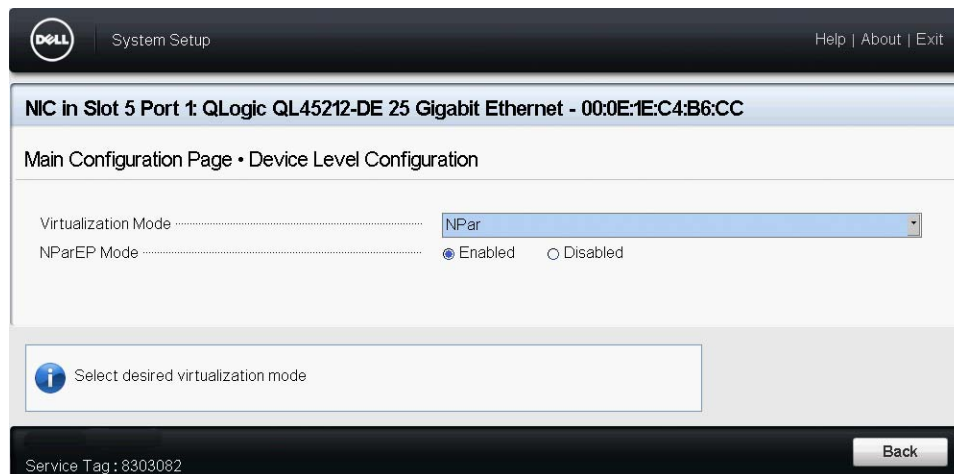

Figure 5-7. Configuration du système : Page Configuration au niveau du périphérique
La configuration au niveau périphérique comprend l'activation de Single Root-I/O Virtualization (SR-IOV) et du partitionnement NIC, et l'activation ou la désactivation de NParEP. Pour exécuter la configuration au niveau périphérique, sélectionnez **Configuration au niveau du périphérique** sur la page de configuration principale, puis cliquez sur **Terminer**. La Figure 5-7 affiche la page Configuration au niveau du périphérique :
2. Sur la page Configuration au niveau du périphérique (Figure 5-7), cliquez sur la liste déroulante **Virtualization Mode** (Mode de virtualisation), puis sélectionnez l'une des options suivantes :